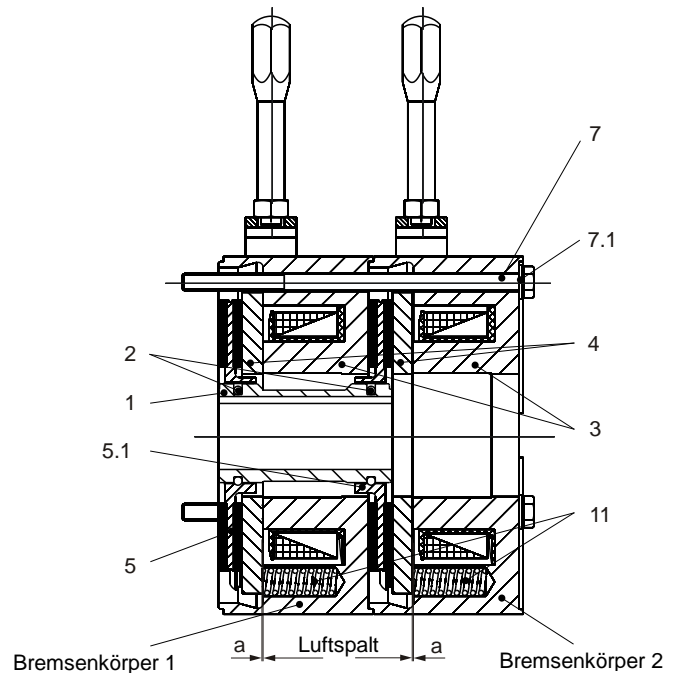

Bild 2
2. Gegebenenfalls Flanschplatte (9) mit Hilfe der Zylinderschrauben (10) an Anbaufläche montieren (Anzugsmoment nach Tabelle 3 beachten).
3. Nabe (1) mit O-Ringen (Pos. 2 / typenabhängig / **O-Ringe müssen leicht gefettet sein**) auf Welle montieren und in die richtige Position bringen (Traglänge der Passfeder über die gesamte Nabe) und axial sichern (z. B. mit einem Sicherungsring).
4. Rotor 1 (5) von Hand mit leichtem Druck über beide O-Ringe (2 / typenabhängig) auf die Nabe (1) schieben (Rotorbund zeigt von Maschinenwand bzw. Flanschplatte weg). Auf Leichtgängigkeit der Verzahnung achten. Keine Beschädigung der O-Ringe.
5. Bremsenkörper 1 über Nabe (1) und Rotorbund von Rotor 1 (5) schieben (Befestigungsbohrungen fluchtend zu Gewindebohrungen in Flanschplatte (9) bzw. Maschinenwand).
6. Rotor 2 (5.1) von Hand mit leichtem Druck über einen O-Ring (2 / typenabhängig) auf die Nabe (1) schieben, so dass der Reibbelag von Rotor 2 (5.1) am Bremsenkörper 1 anliegt (Rotorbund zeigt zur Maschinenwand bzw. Flanschplatte). Auf Leichtgängigkeit der Verzahnung achten. Keine Beschädigung des O-Rings.
7. Sechskantschrauben (7) in die Bohrungen in Bremsenkörper 2 stecken, danach mit Bremsenkörper 1 fügen (siehe Bild 2) und an Maschinenwand bzw. Flanschplatte anschrauben. Sechskantschrauben (7) mit **Drehmomentschlüssel und Anzugsmoment (nach Tabelle 3)** rundum gleichmäßig anziehen.